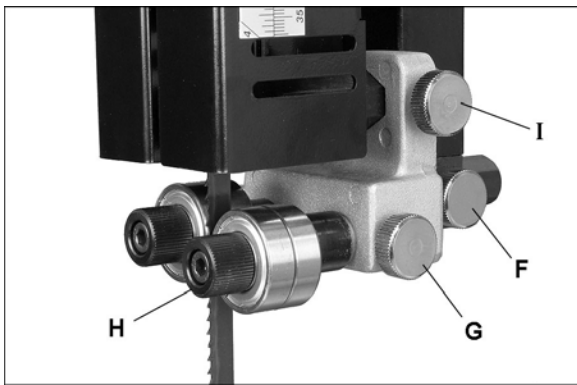

Рис. 23.
4. Ослабьте ручку фиксации (F, Рис. 23).
См. Рис. 23 и 26.